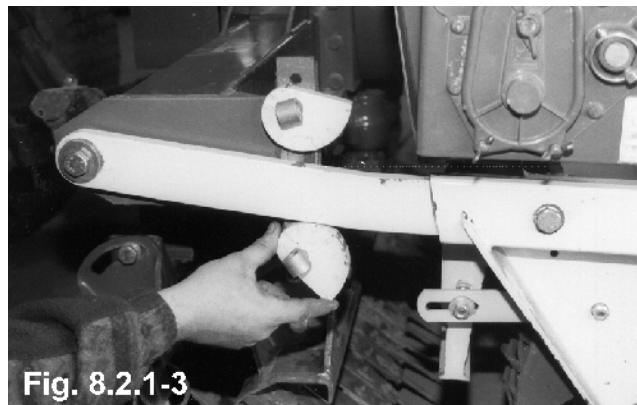

Fig. 8.2.1-3
Under arbejdet skal cirkelharven hele tiden bæres af tromlen for at sikre en konstant arbejdsdybde. Arbejdsdybden indstilles ved hjælp af de øvre ekscentere (fig. 8.2.1-1).
- Løsn låseskruerne på ekscenterne ved hjælp af håndsvinget (fig. 8.2.1-2),
- Drej på de nedre ekscentere, indtil de berører støttestængerne (fig. 8.2.1-3),